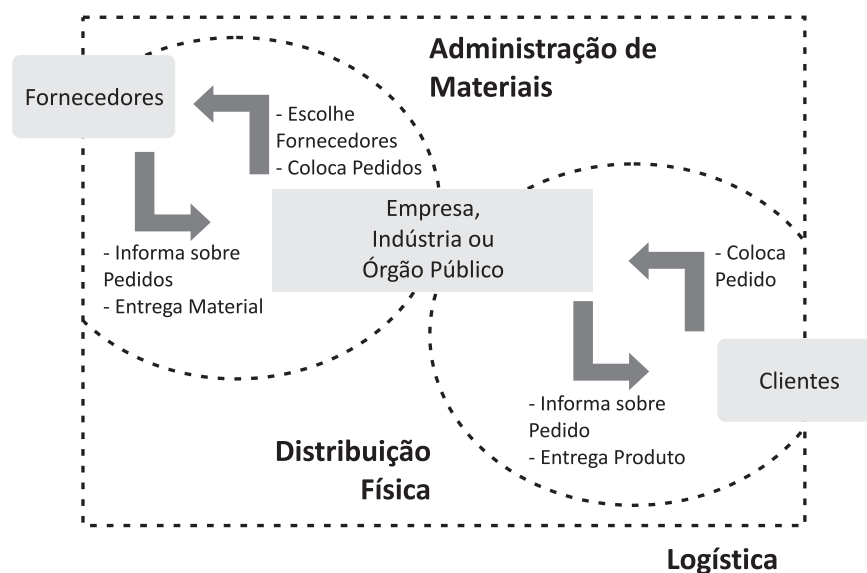

Figura 6: Processos logísticos
que a organização precisa, ele imediatamente envia a ela os produtos solicitados por meio de um modal de transporte. Esse processo é denominado Suprimento Físico (termo mais usado nos Estados Unidos) ou Administração de Materiais (termo mais usado em outros países), sendo esse último o termo utilizado neste estudo. Assim, para vender para seus clientes, a organização também precisa saber o que eles querem, quando querem e onde querem. Para isso, a troca de informações é importante, pois uma vez que a organização tenha tudo o que o cliente precisa, ela envia os produtos comprados até o local combinado com ele por algum meio de transporte. Esse processo é denominado Distribuição Física. Assim, temos dois processos na logística: a Distribuição Física e a Administração de Materiais, conforme demonstramos na Figura 6.
*A partir dos processos logísticos ilustrados na Figura 6, você vai estudar, nas próximas seções, a Distribuição Física e a Administração de Materiais.*
*Você está lembrado dos processos da logística ilustrados na Figura 6? Então, na seção anterior, estudamos a Administração de Materiais, agora vamos conhecer um pouco mais sobre a Distribuição Física.*